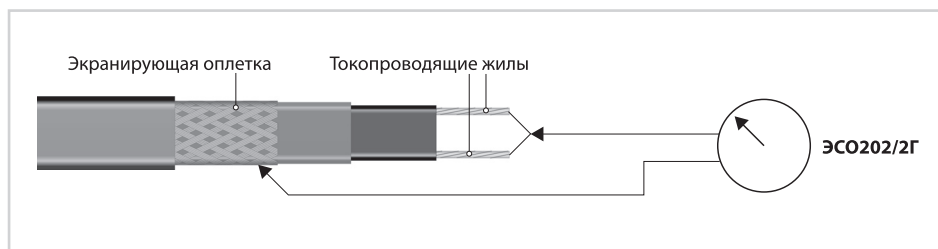

Рис. 4
- 4.1.15. Кабели нагревательные саморегулирующиеся имеют температурно-зависимое сопротивление и данные о величине сопротивления не являются достоверным ориентиром для определения присоединённой нагрузки. По этой причине саморегулирующиеся кабели проверяются только на сопротивление изоляции нагревательного элемента (см. рис. 4) и сопротивление оболочки кабеля.